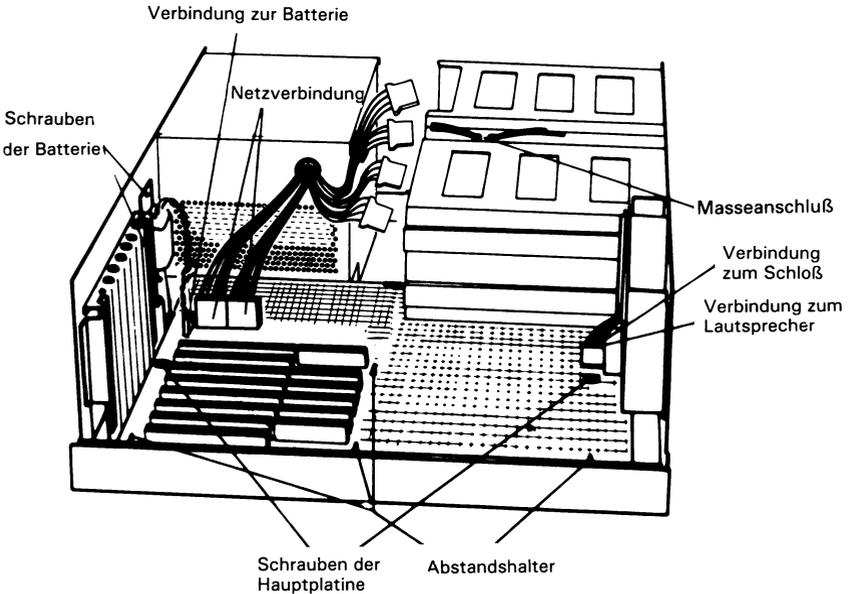

Abbildung 2-5
Die Netzversorgung Ihres NCR Personal Computers enthält möglicherweise mehr Stecker, als für die derzeit installierten Plattenlaufwerke benötigt werden. Die unbenutzten Anschlußstecker dürfen keinen Kontakt mit einer Platine haben; sie müssen daher mit Klammern festgehalten werden (Abbildung 2-5). Entsprechende Klammern gibt es auch für die nicht benutzten Erdungsstecker (Abbildung 2-5). Nicht isolierte Erdungsstecker dürfen jedoch selbstverständlich Kontakt mit anderen geerdeten Teilen haben, zum Beispiel mit dem Gehäuserahmen.
2. Ziehen Sie die Verbindungen zur Batterie und zur Netzversorgung ab (Stecker an der Rückseite des Computers) und die beiden kleinen Steckerblöcke beim Lautsprecher (siehe Abbildung 2-5).
5. Beim Wiedereinbau der Platine ist es nicht erforderlich, die vier Abstandhalter aus Plastik (Abbildung 2-5) von der Platine zu entfernen. Die Abstandhalter rutschen, wenn Sie die Platine hineinschieben, von selbst in ihre Löcher.
1. Entfernen Sie die Verbindung der Batterie (Abbildung 2-5). Wenn man vorsichtig vorgeht, ist dies ohne Ausbau der Controllerplatte für das Plattenlaufwerk möglich.
4. Verbinden Sie die Batterie mit der Hauptplatine, wie es in Abbildung 2-5 gezeigt ist (siehe Prozedur D).
9. Ziehen Sie einen «Reserve»-Netzstecker von der Plastikklammer am Metallgehäuse des Netzteils ab (Abbildung 2-5) und verbinden Sie ihn mit dem Sockel entsprechend der separaten Beschreibung zu dem Kit.
10. Ziehen Sie einen Reserve-Erdungsstecker (Abbildung 2-5) heraus und verbinden Sie ihn mit seinem Anschlußpunkt entsprechend der separaten Beschreibung des Kits.
9. Wenn bereits eine Festplatteneinheit installiert gewesen ist, ziehen Sie einen «Reserve»-Netzstecker von der Plastikklammer am Metallgehäuse des Netzteils ab (Abbildung 2-5) und verbinden Sie ihn mit dem Sockel entsprechend der separaten Beschreibung zu dem Kit.